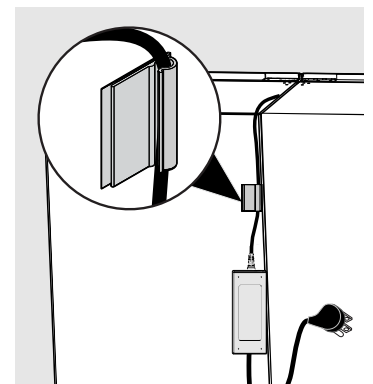

Fig. 12
12. Si no se puede colocar la fuente de alimentación en la parte superior de la unidad, adhiérala verticalmente en la pared posterior de la unidad y asegúrese de que la conexión del conector de 3 clavijas a la fuente de alimentación esté hacia abajo (Fig. 12).